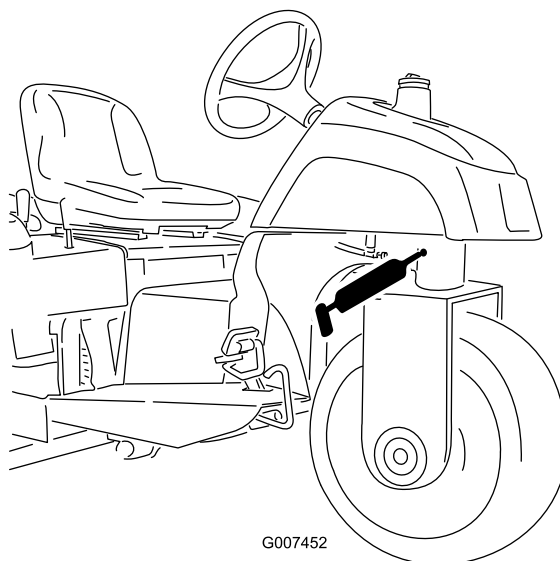

Рисунок 27
- Шарнир поворотного кулака (Рисунок 27)
**Примечание:** Для утопленной пресс-масленки на шарнире поворотного кулака (Рисунок 27) требуется переходник к смазочному пистолету. Закажите деталь № по кат. 107-1998 Того у официального дистрибьютора компании Того.